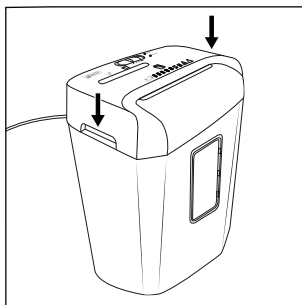

Fig. 2
- ◆ Sujete el accesorio de corte **6** por los dos agarres **8** integrados y colóquelo sobre el contenedor grande **12** de forma que el cable de red **1** apunte hacia atrás y la ventana de control **11** del contenedor grande **12** apunte hacia delante (consulte la fig. 2).
- ◆ Sujete el accesorio de corte ❸ por los dos agarres ❹ integrados y colóquelo sobre el contenedor grande ❷ de forma que el cable de red ❶ apunte hacia atrás y la ventana de control ❺ del contenedor grande ❷ apunte hacia delante (consulte la fig. 2).